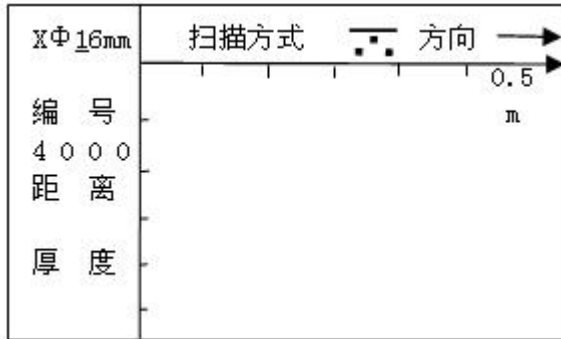

图 3-11 剖面钢筋 0.5m 扫描界面
0.5m 的剖面钢筋扫描界面如图 3-11 所示，首先设置工程信息，纵向钢筋的直径（默认值为 16mm）和编号（首位固定为 4），按 、 键移动光标位置，按 、 键可调整光标位置的数值，按  键返回功能选择界面。完成以上设定后按  键确认设置，并进行探头自校正，此时探头必须放置在空气中，远离强磁场干扰，在屏幕上出现 wait!，当 wait! 消失后，探头自校正完毕，此时可进入检测状态。